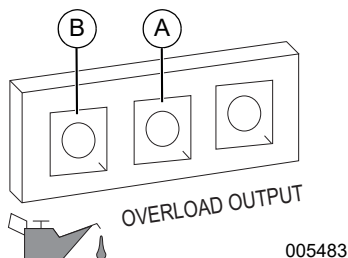

Figure 3-3. Défaillance sur arrêt
REMARQUE IMPORTANTE : Ne surchargez pas le générateur ou les prises individuelles du panneau. Se reporter à la **Figure 3-3**. En cas de surcharge, le témoin DEL de surcharge (A) s'allumera et la sortie c.a. sera coupée. Pour remédier à ce problème, voir section **Témoin d'état du générateur**. Lisez attentivement la section **Connaître les limites de son générateur**.
Le moteur est équipé d'un capteur de faible niveau d'huile conçu pour couper automatiquement le moteur lorsque le niveau d'huile chute en dessous d'un niveau spécifié, et ce afin d'éviter d'endommager le moteur. Voir **Figure 3-3** (B). Tant que le réservoir d'huile ne sera pas rempli au niveau approprié, le moteur ne fonctionnera pas.